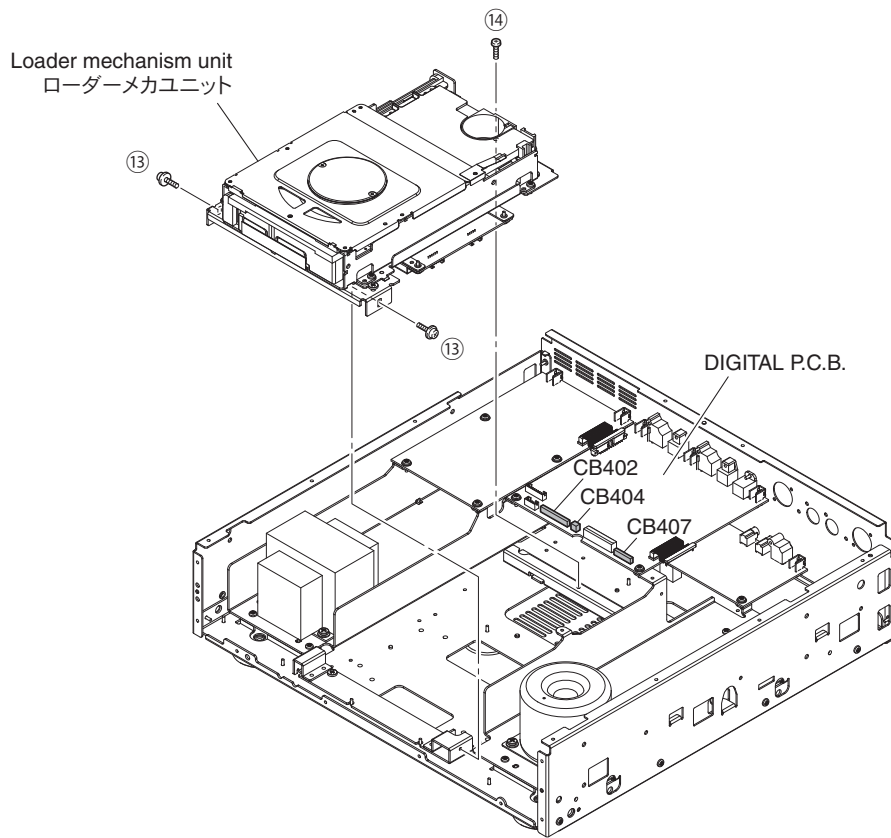

Fig. 7
- Remove 2 screws (13) and screw (14). (Fig. 7)
- Remove CB402, CB404 and CB407. (Fig. 7)
- Remove the loader mechanism unit. (Fig. 7)
- ⑬のネジ2本、⑭のネジ1本を外します。(Fig. 7)
- CB402、CB404、CB407を外します。(Fig. 7)
- ローダーメカユニットを外します。(Fig. 7)